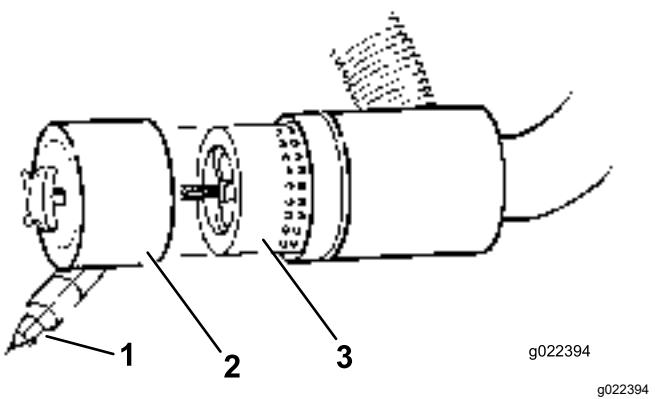

Figura 58
4. Togliete il filtro e sostituitelo (Figura 58).